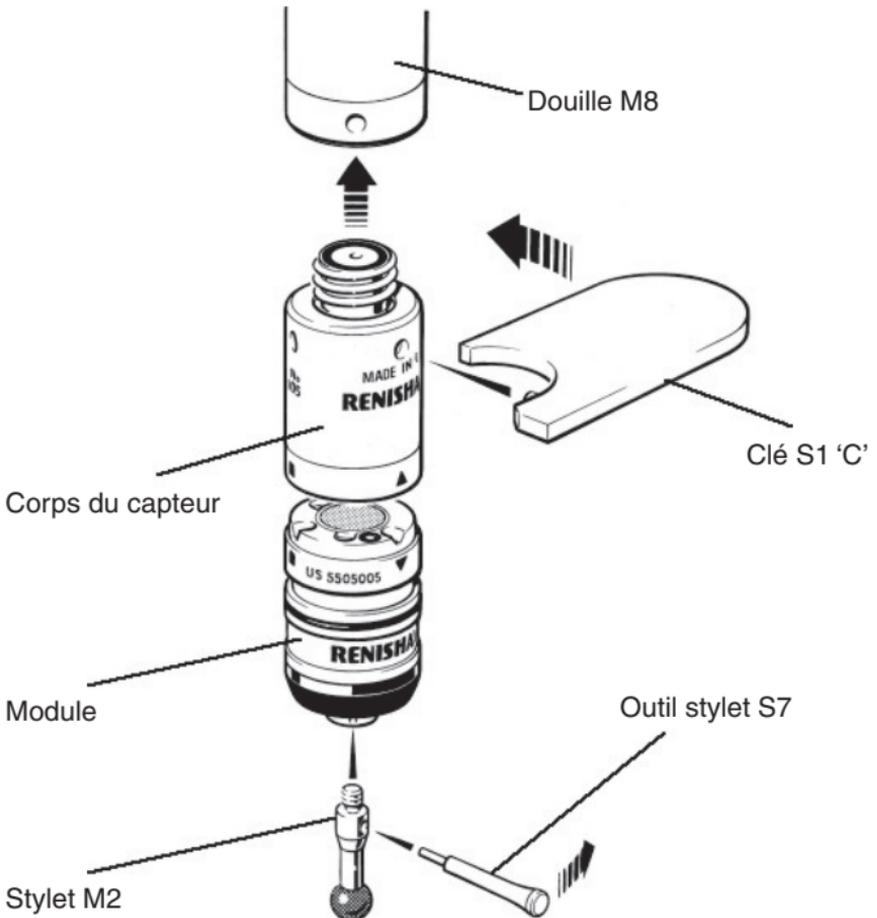

Figure 5 - Montage du capteur TP20 sur une tête Renishaw avec taraudage M8
Pour monter un capteur TP20 sur une tête équipée d'un taraudage M8, procédez comme suit (voir Figure 5) :
2. Fixez la clé S1 'C' (fournie) sur le corps du capteur, comme à la Figure 5.
Pour monter un stylet sur un module, procédez comme suit (voir Figure 5) :